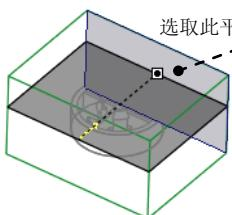

图 18.10 选取拉伸终止面
(4) 设置深度选项。
① 在操控板中选取深度类型 (到选定的)。
② 将模型调整到图 18.10 所示的视图方位, 选取图 18.10 所示的平面为拉伸终止面。
(5) 在“拉伸”操控板中单击 按钮, 完成特征的创建。